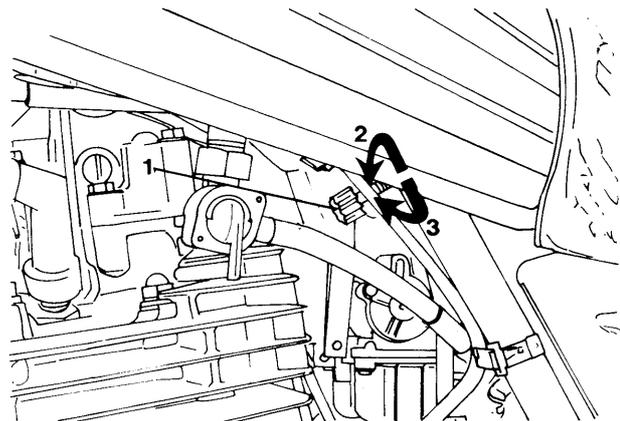

Bild 17 Leerlaufdrehzahl einstellen
- Die Leerlaufdrehzahl mit Hilfe der Leerlaufbegrenzungsschraube einstellen (Bild 17). Sie beträgt $1200 \pm 100/\text{min}$.